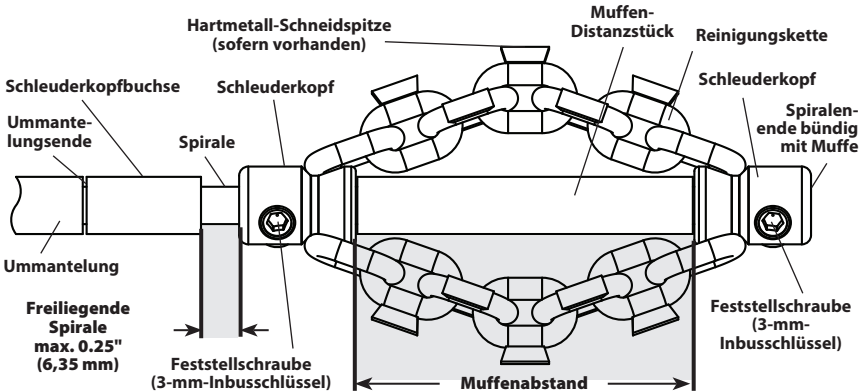

Abbildung 10 – Montage/Einstellung des Kettenschleuderkopfes
2. *Abbildung 10* zeigt schematisch den richtigen Einbau und die Einstellung eines Kettschleuderkopfes. Bei der Installation/Einstellung von Kettschleuderköpfen sind zwei wichtige Punkte zu beachten.
- Kettenschleuderkopf, Buchse und Muffen-Distanzstück wie in *Abbildung 10* gezeigt probeweise an der Spirale anbauen. Die Ketten müssen gerade und dürfen nicht verdreht sein. Um einen übermäßigen Verschleiß zu verhindern, muss das Spiralenende bündig am Ende der Muffe abschließen.
- Wenn der Kettenschleuderkopf wie in *Abbildung 10* gezeigt korrekt an der Spirale installiert ist, ziehen Sie die Feststellschrauben mit dem mitgelieferten Inbusschlüssel fest. Setzen Sie die Spitze der Stellschraube gegen die Spirale und ziehen Sie dann 1/8 bis 1/4 Umdrehung (45° bis 90° Grad) weiter an. Sind die Feststellschrauben nicht festgezogen, kann der Kettenschleuderkopf abrutschen und die Spirale beschädigen oder in den Abfluss fallen.